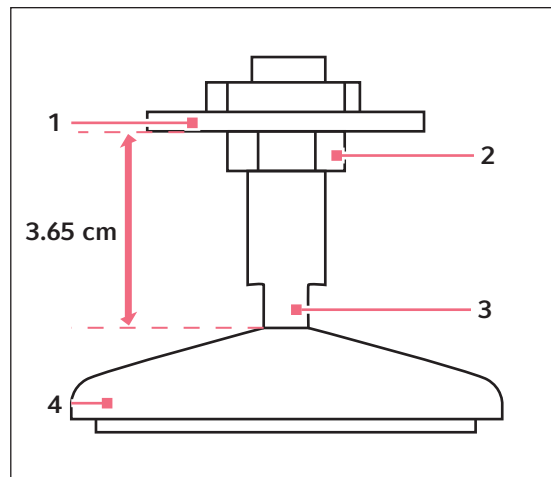

Fig. 6-2: Piedino regolabile (in dotazione)
1. Bloccare con una chiave il controdado superiore contro l'unità ogni volta che si regola il piedino, per evitare che la vite prigioniera cada (vedi Fig. 6-2 a pag. 23).